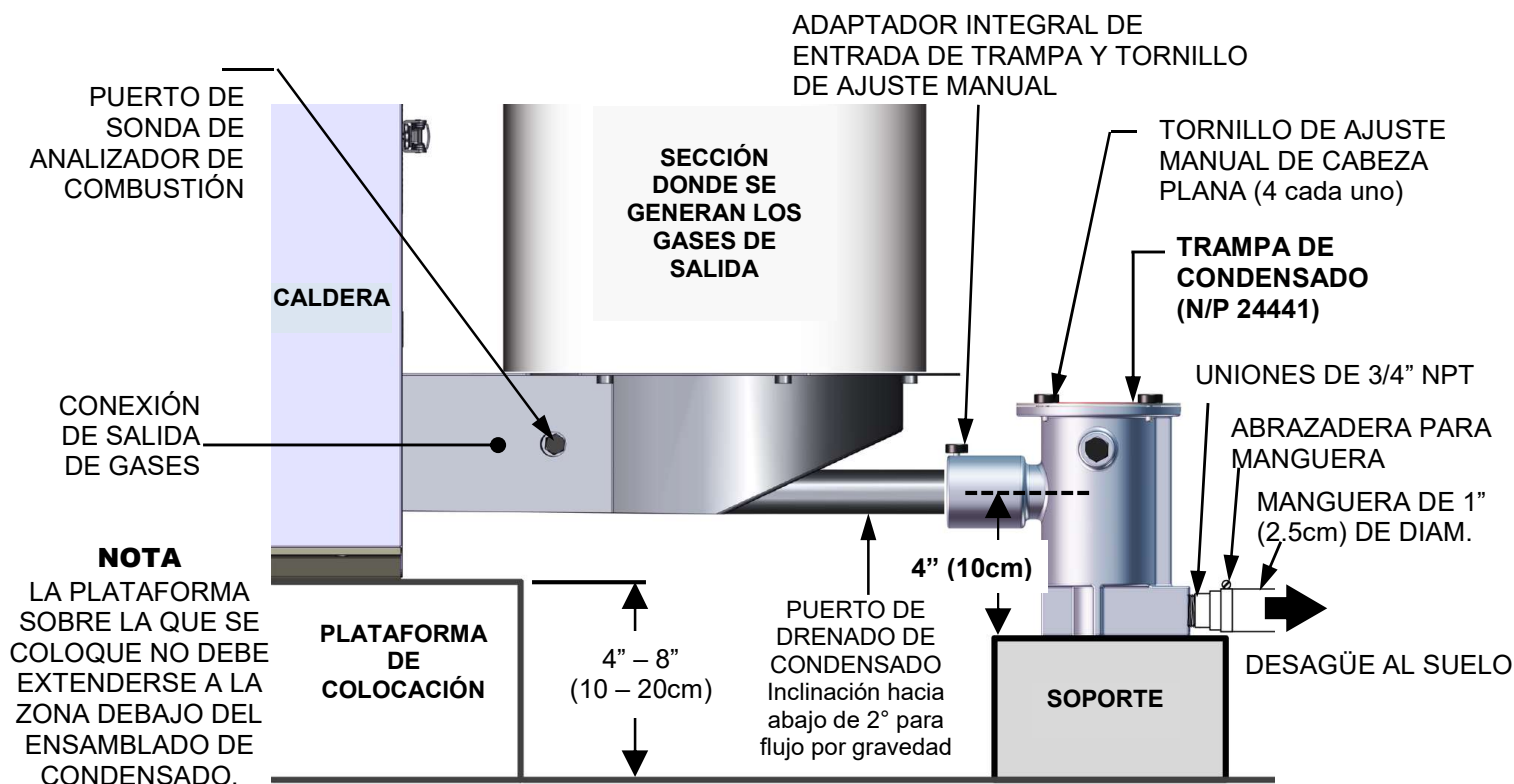

Figura 2-9: Muestra de instalación de trampa de condensado
En la Figura 2-9 se muestra un ejemplo de la instalación de la trampa de condensado. Sin embargo, los detalles reales de la instalación de la trampa variarán dependiendo del espacio libre disponible, la altura de la plataforma en la que se coloque la unidad y otras condiciones del sitio. Se debe seguir el lineamiento general que se presenta a continuación para garantizar un drenado de condensado apropiado.
- La entrada de la trampa de condensado (Figura 2-9) debe estar al nivel del puerto de drenado de condensado de la conexión de salida de gases o por debajo de este nivel.